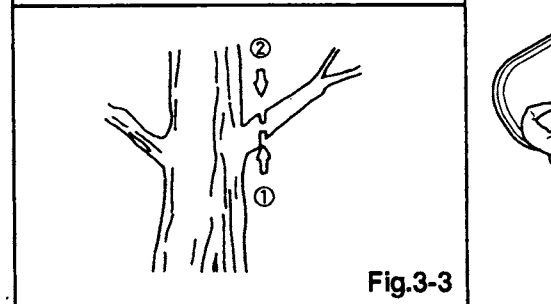

Fig.3-3
- When pruning a limb 4 inch diameter or larger, cut as follows: (Fig. 3-3)
- Lors de l'émondage d'une grosse branche de 4 pouces de diamètre ou davantage, effectuer le coupage de la façon suivante: (Fig. 3-3)